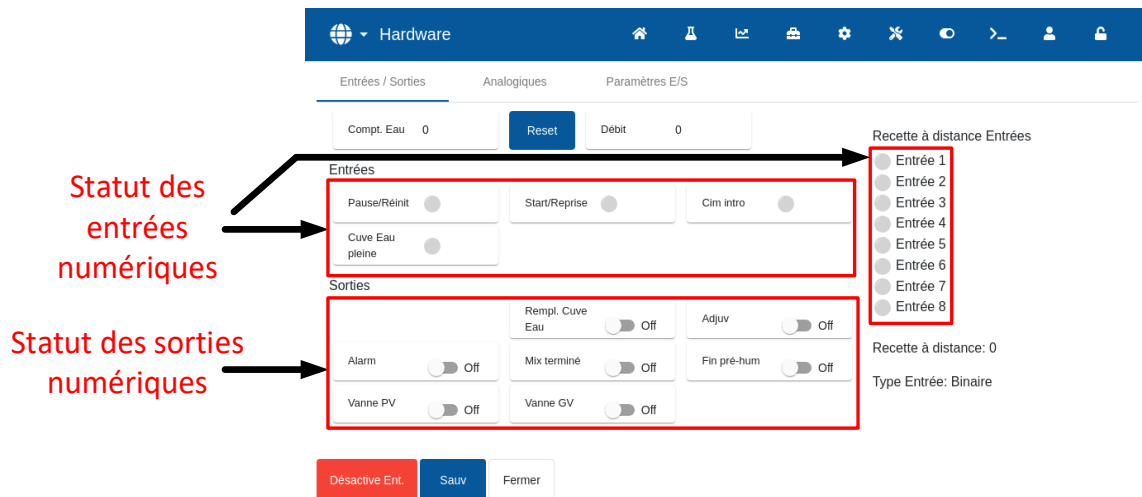

Figure 24 : Page du test des E/S
Les entrées et les sorties numériques peuvent être testées en utilisant la page Entrées/Sorties sur l'écran Hardware (voir la Figure 24).
1. Naviguer jusqu'à la page Entrées/Sorties de l'écran Hardware (voir la Figure 24). Appuyer sur la touche Reset si la valeur Compt. Eau n'est pas 0.